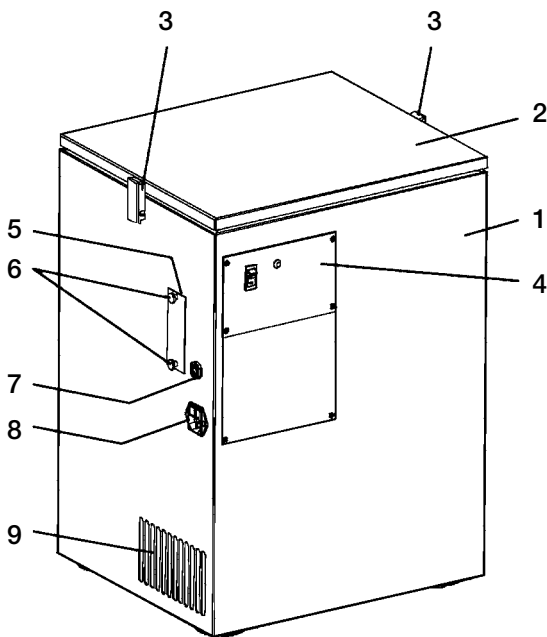
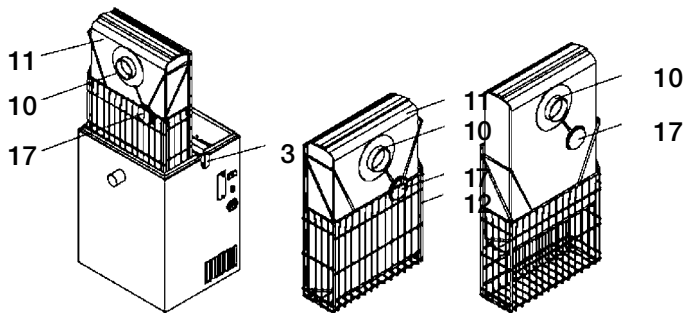
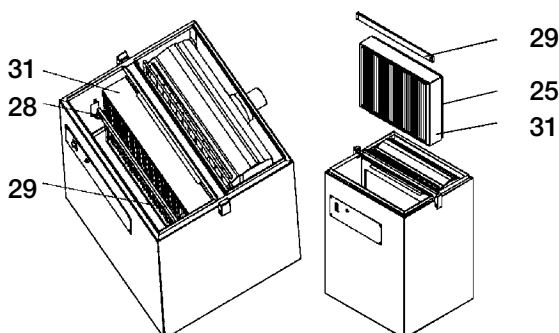

Abb. 1: Ansicht von vorne links
Abb. 4: Herausnehmen des Filterstaubbeutels
Abb. 6: Austausch des Feinfilters
(siehe Abb. 1 u. 2, Seite 6)
(siehe Abb. 6, Seite 9)
2. Zum Abklopfen des Filterbeutels (11) Spannverschlüsse (3) öffnen und Deckel (2) abnehmen, siehe Abb. 1 und 2.
(siehe Abb. 1 und 2, Seite 6, und Abb. 4, Seite 8)
(siehe Abb. 1, Seite 6, und Abb. 6 und 7, Seite 9 und 10)
(siehe Abb. 1 u. 2, Seite 6, und Abb. 6, Seite 9)